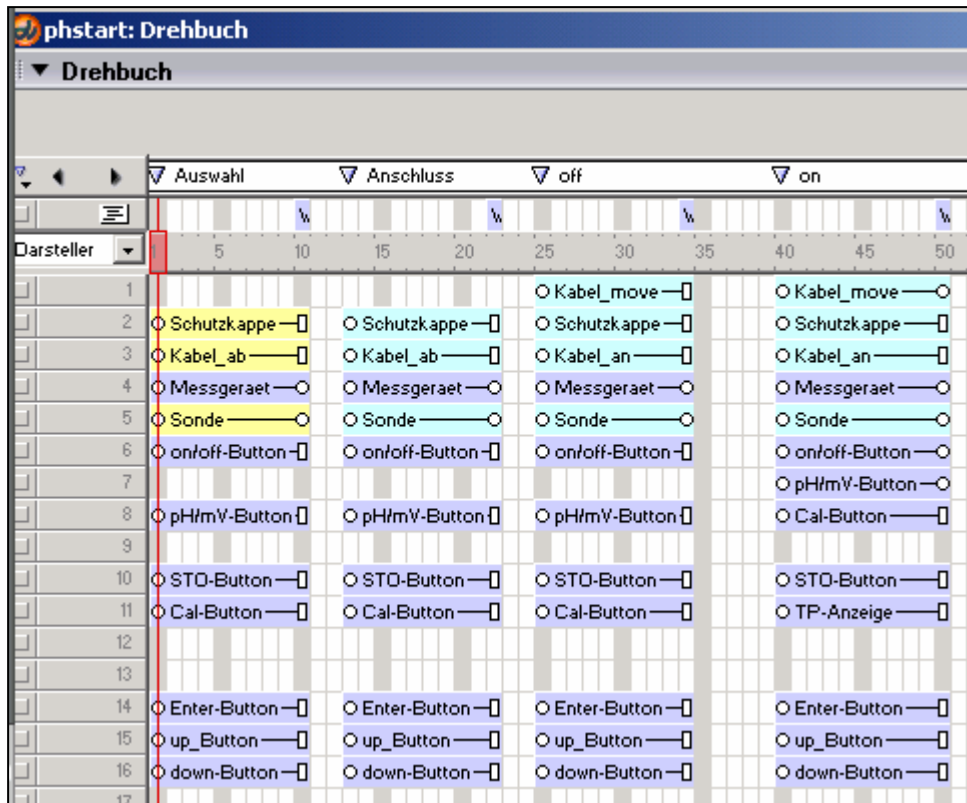

Abb. 1: Drehbuch im Macromedia Director MX 2004.
- 3) Die zu bewältigenden Aufgaben werden über die Navigationsleiste am rechten Bildrand ausgewählt. Durch die Buttons kann in andere „Szenen“ (Abb. 1) im „Film“ gewechselt werden (Sondenauswahl, Kalibrierung, Probenauswahl, Messung, Ende). Dabei wird beispielsweise ein Button mit der „Szene Anschluss“ verlinkt. Die zugewiesenen Verhalten stammen aus der Code-Bibliothek.